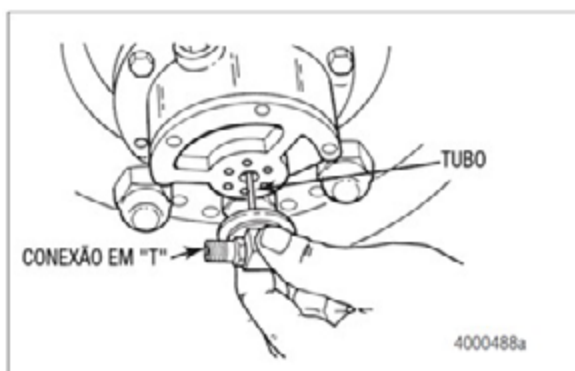

Figura 2.47
3. Instale cuidadosamente o conjunto da conexão em "T" perpendicular à tampa do cubo, para inserir o tubo no estator. Ao finalizar o processo, é normal sentir alguma resistência quando o tubo entrar em contato com o vedador do estator. Figura 2.47.